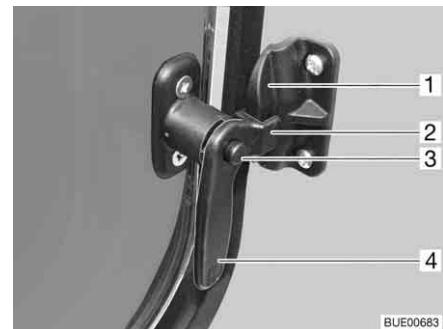

Bild 35 Fenster in der Eingangstür in Stellung "Dauerbelüftung"
- Den Sicherungsknopf (Bild 35,3) drücken und gedrückt halten.
- Den Verriegelungshebel (Bild 35,4) zur Fenstermitte hin drehen.
- Den Verriegelungshebel wieder zurückdrehen. Die Gabel (Bild 35,2) am Verriegelungshebel dabei in die Fensterverriegelung (Bild 35,1) einfahren.